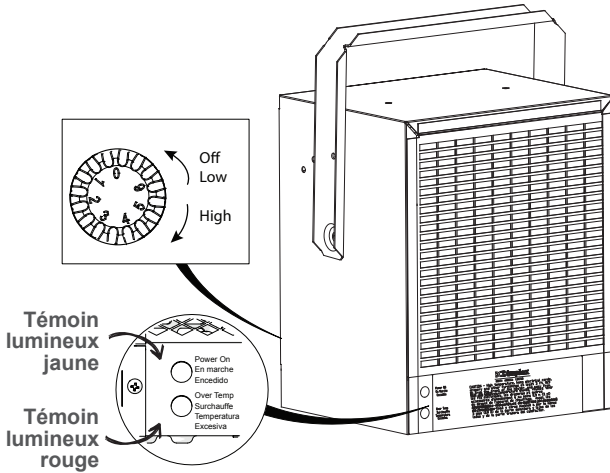

Figura 5
1. Antes de conectar o desconectar la clavija, gire el botón completamente en el sentido contrario de la agujas de un reloj (Figura 5).